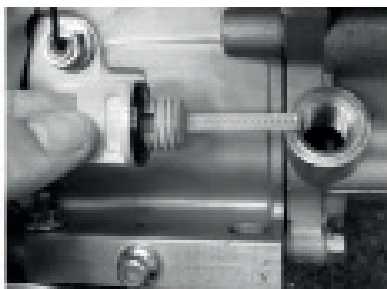

Рис. 4
2. Выкрутите пробку маслозаливной горловины (рис. 4)
1. Выкрутите пробку маслозаливной горловины (рис. 4)